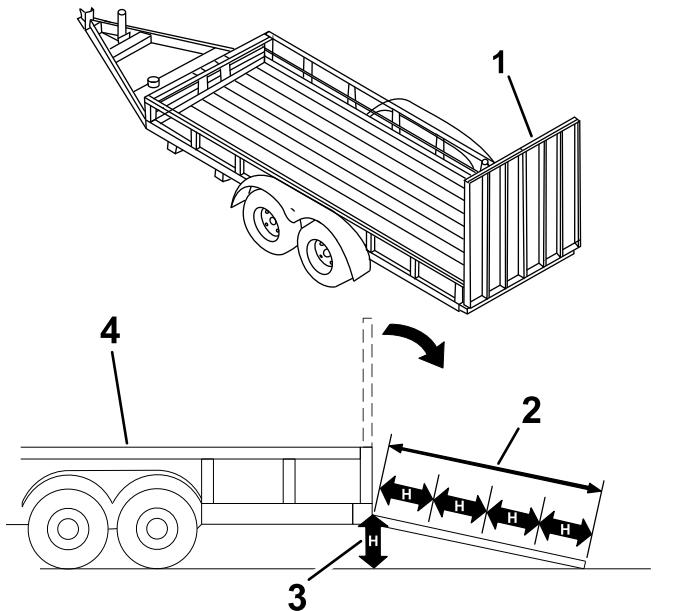

Figura 27
El cargar la máquina en un remolque o un camión aumenta la posibilidad de un vuelco y podría causar lesiones graves o la muerte (Figura 27).
3. Baje la rampa (Figura 27).